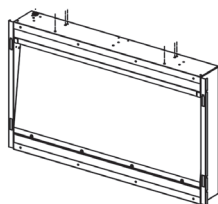

Figure 7
- Quatre trous se trouvent sur le dessous du boîtier de la cheminée (voir figure 7).